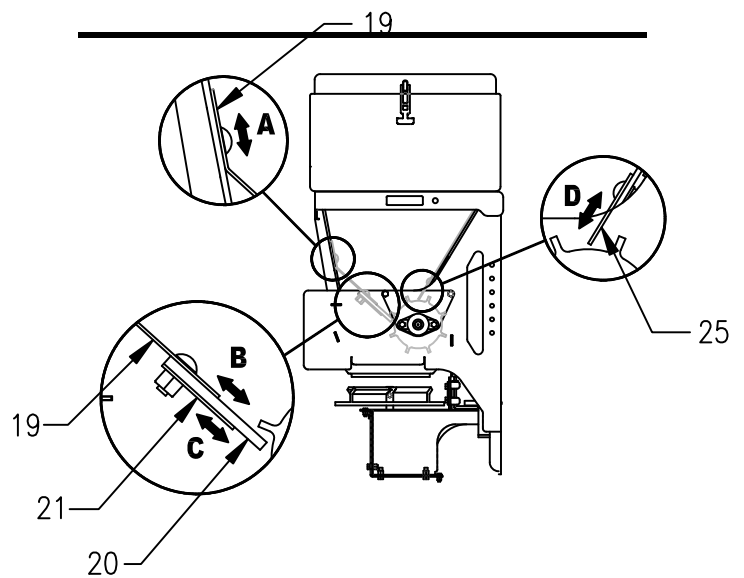

Bild 20. Vibrations Platten Einstellung G10609
2. Die Gummi Klappe (20) kann um die normale Abnutzung auszugleichen, in den Langlöchern der Vibrationsplatte (19) nach unten geschoben werden. Die Rückhalte Platte (21) sollte mindestens 3 cm vom Ende der Gummi Klappe (20) entfernt sein, siehe Teil B und C in Bild 20.
2. Um die Vibration des TGS800 zu erhöhen, kann die Vibrations-Platte (19) (Abb. A Bild 20), oder die Rückhalt Klappe (25) (Abb. D Bild 20) in den Langlöchern nach unten verschoben werden.
3. Um die Vibration des TGS800 zu reduzieren, kann die Vibrations Platte (19) (Abb. A Bild 20), oder die Rückhalt Klappe (25) (Abb. D Bild 20) in den Langlöchern nach oben verschoben werden